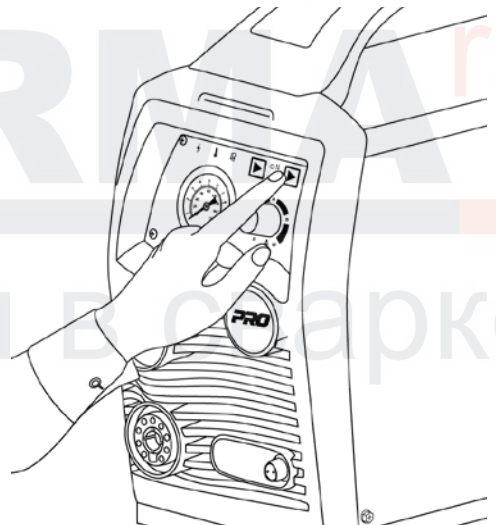
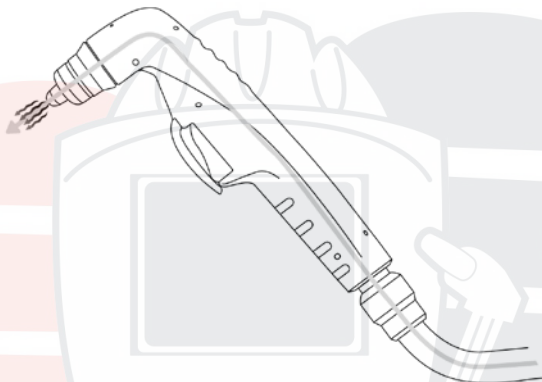

Рис. 8.11. Проверка рабочего давления.
Рис. 8.12. Плазматрон.
3. Проверьте рабочее давление (См. рис. 8.11). Нажмите на кнопку плазматрона: пойдет подача сжатого воздуха без образования дежурной дуги (См. рис. 8.12).